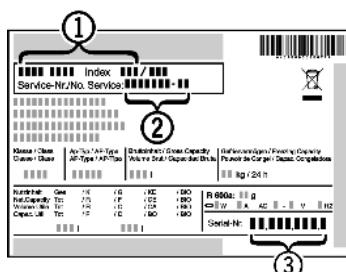

Fig. 22
- Считать обозначение устройства Fig. 22 (1), сервисный номер Fig. 22 (2) и серийный номер Fig. 22 (3) с заводской таблички. Заводская табличка находится внутри устройства слева.